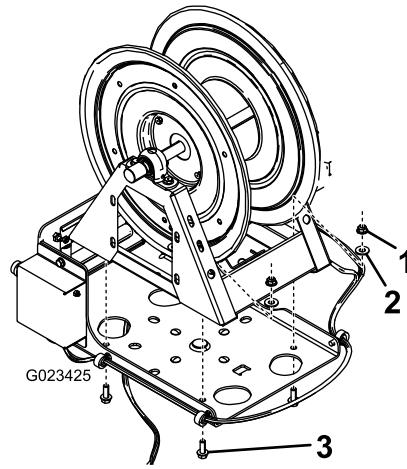

Figura 22
5. Sujete el carrete de la manguera al soporte giratorio con 4 pernos ($\frac{5}{16}$ "-16 x 1"), 4 arandelas (7/16") y 4 tuercas con arandela prensada ($\frac{5}{16}$ "-16), como se muestra en la Figura 22.